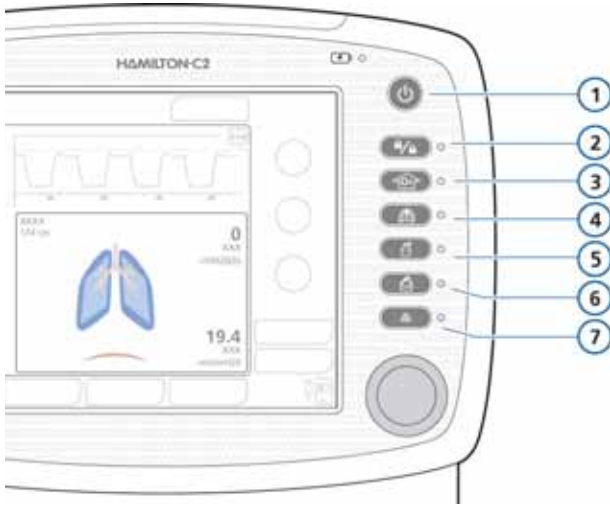

图 9-1. 特殊功能键
- ▶ 呼气过程中按下并放开**手动呼吸键**（图 9-1）。